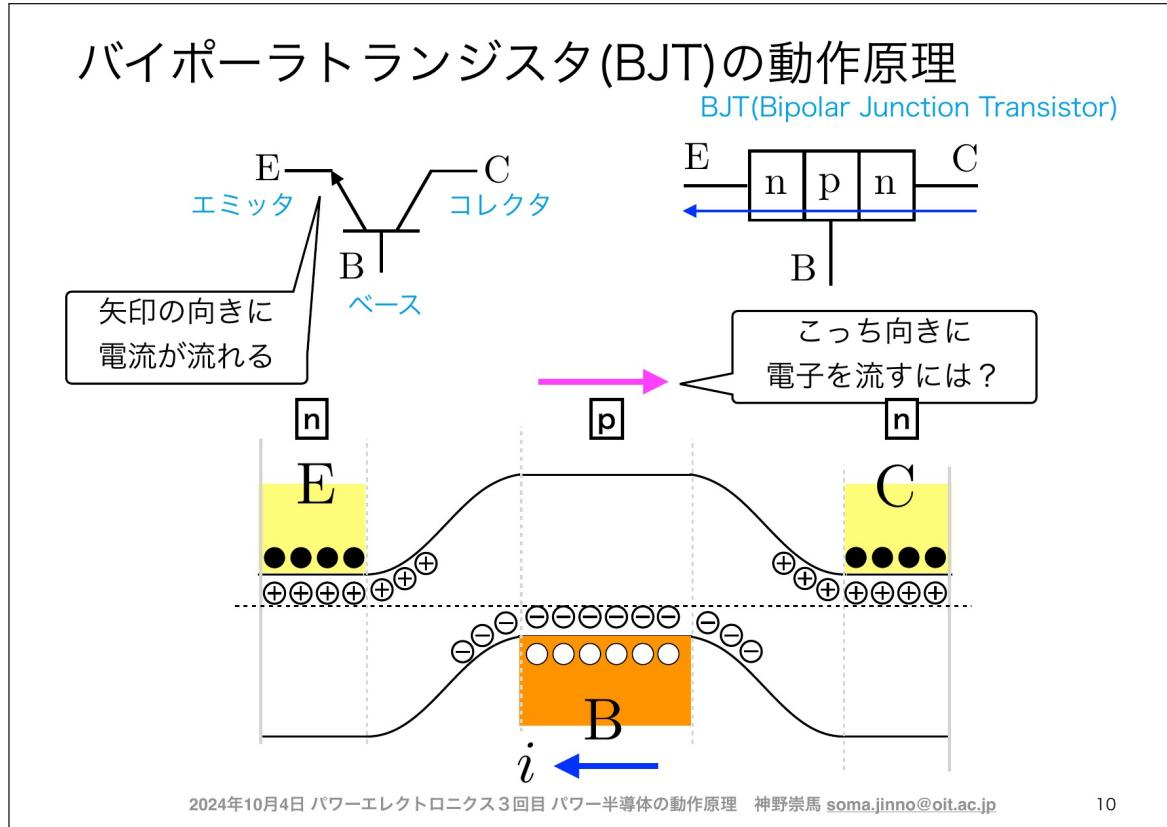

図3.9 バイポーラトランジスタ (BJT) の動作原理
バイポーラトランジスタ (BJT: Bipolar Junction Transistor) は、npn型またはpnp型の3層構造を持つ半導体素子です。図3.9に示すように、エミッタ (E)、ベース (B)、コレクタ (C) の3つの端子を持ち、矢印の向きに電流が流れるように設計されています。